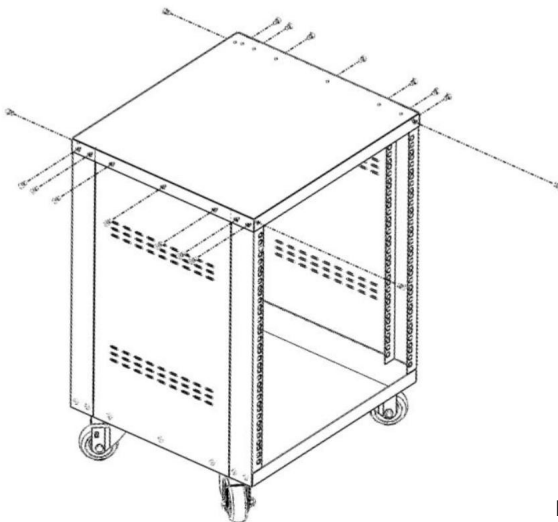

Figura 4
4. Coloque el panel superior en la parte superior del bastidor, alinee el panel superior con el soporte de la esquina y el panel lateral, asegúrelo con 18 tornillos de cabeza cruzada M5 con un destornillador eléctrico. Consulte la Figura 4.